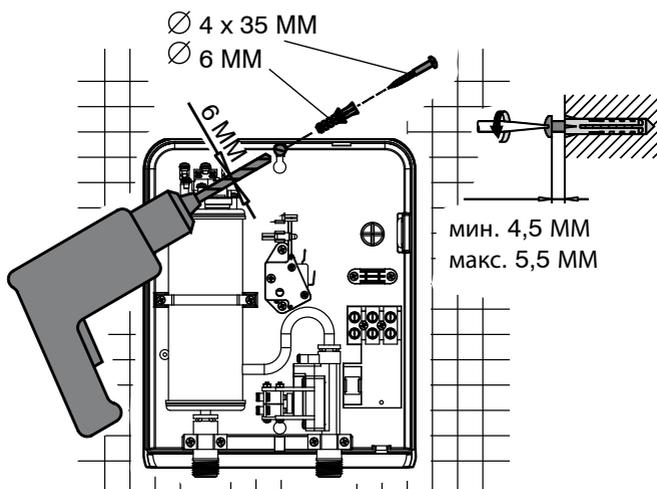

Рис. 5
4. Надежно закрепить прибор на стене с помощью двух винтов, которые вставляются в монтажные отверстия (рис. 5). Винты и пластмассовые дюбели входят в комплект поставки.